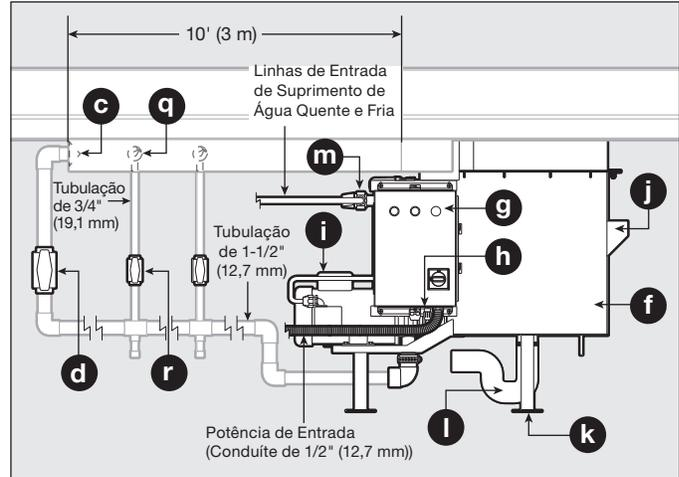
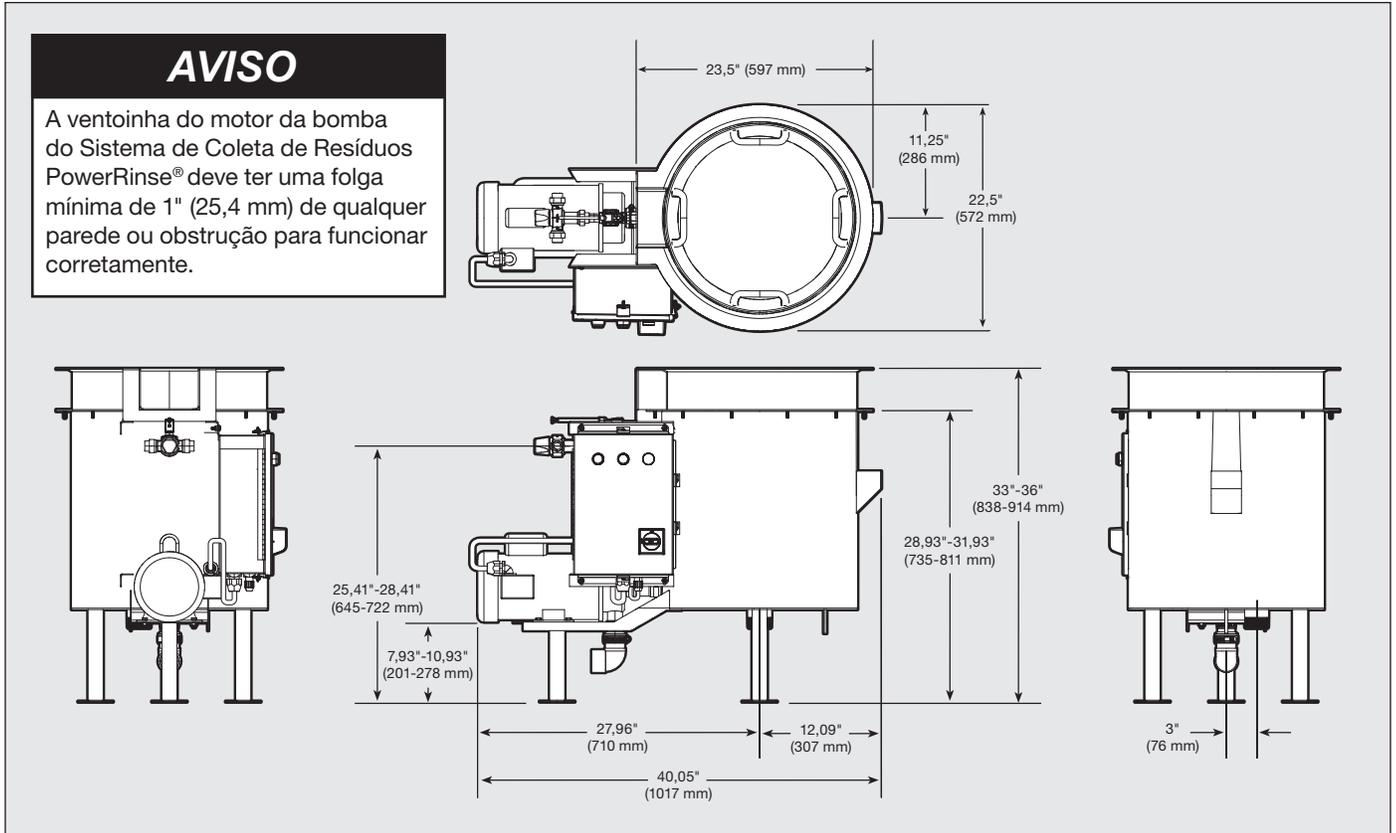

Figura 3. Instalação Típica
Figura 5. Dimensões do Sistema de Coleta de Resíduos PowerRinse®
- e. Conjunto da Base do Coletor de Resíduos (ver Figura 3)
As Figuras 3 e 4 ilustram a instalação típica do Sistema de Coleta de Resíduos PowerRinse®. Para obter uma lista completa dos componentes do sistema, consulte a lista Componentes do Sistema localizada à esquerda da Figura 3. Consulte a Figura 5 na página seguinte para obter as dimensões do sistema.